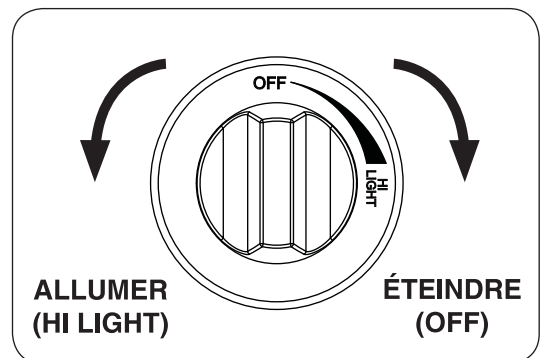

Fig. 22-2
- 4. **Une fois que le match est en feu et en position**, appuyer sur le bouton de contrôle du gaz et tournez dans le sens antihoraire à la position de **HI LIGHT (allumer)** (voir Fig. 22-2). Votre brûleur devrait s'allumer.
Pour éteindre le brûleur à gaz, appuyer sur le bouton de contrôle du gaz et tournez dans le sens horaire à la position **OFF (éteindre)** (voir Fig. 22-2). Assurez-vous que le bouton de commande est tourné complètement hors tension pour éviter toute fuite de gaz.